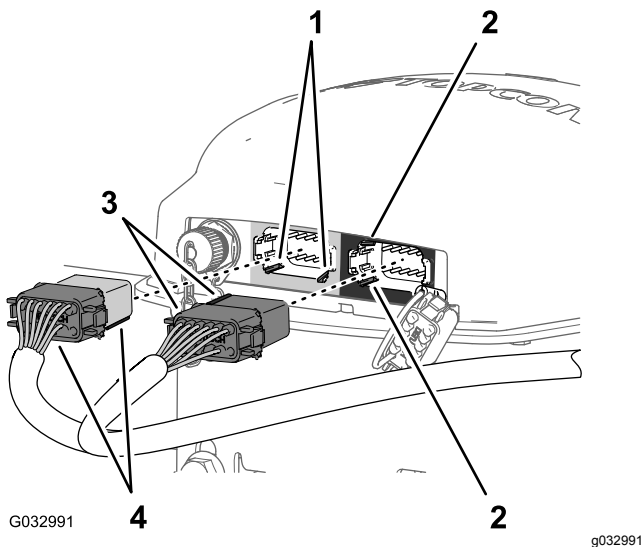

Bild 159
12-Stift-Steckers des Navigationsempfängers aus (Bild 159).
- Stecken Sie den grauen und schwarzen 12-Buchsen-Stecker des Datenkabelbaums in den linken (grauen) 12-Stift-Stecker des Navigationsempfängers, bis die Stecker fest einrasten (Bild 159).
- Fluchten Sie die zwei Ausrichtungsschlüssel an der kurzen Seite des schwarzen 12-Buchsen-Steckers des Datenkabelbaums mit den zwei Schlüsselschlitzen in der linken vertikalen Wand des rechten (grauen) 12-Stift-Steckers des Navigationsempfängers aus (Bild 159).
Navigationsempfängers, bis die Stecker fest einrasten (Bild 159).